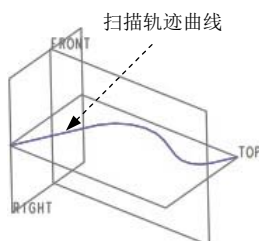

图 5.25.3 扫描轨迹（建模环境）
(5) 单击按钮 , 退出草绘环境, 完成后的草图如图 5.25.3 所示。
(1) 在操控板中确认“实体”按钮和“恒定轨迹”按钮被按下。
(2) 在图形区中选取图 5.25.3 所示的扫描轨迹曲线。